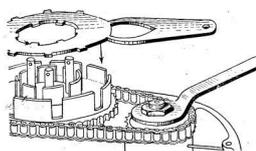

Рис. 89. Фиксация звездочки коленчатого вала и барабанов сцепления.
7. Зафиксировать звездочку, вставив в барабаны сцепления фиксатор (рис. 89) или вставив деревянный брусок между моторной цепью и звездочкой так, чтобы при отворачивании гайки с коленчатого вала брусок заклинился между цепью и звездочкой, и отвинтить гайку.
9. Вставить в барабан стопорный диск (рис. 89) и торцевым ключом 19 мм отвинтить гайку сцепления.
**Снятие звездочки вторичного вала** удобнее всего производить до разборки картера после извлечения дисков сцепления из барабана. Механизм выключения сцепления должен быть снят. В этом случае фиксация звездочки вторичного вала осуществляется фиксатором (рис. 89), вставленным в барабаны сцепления при включенной прямой (четвертой) передаче.